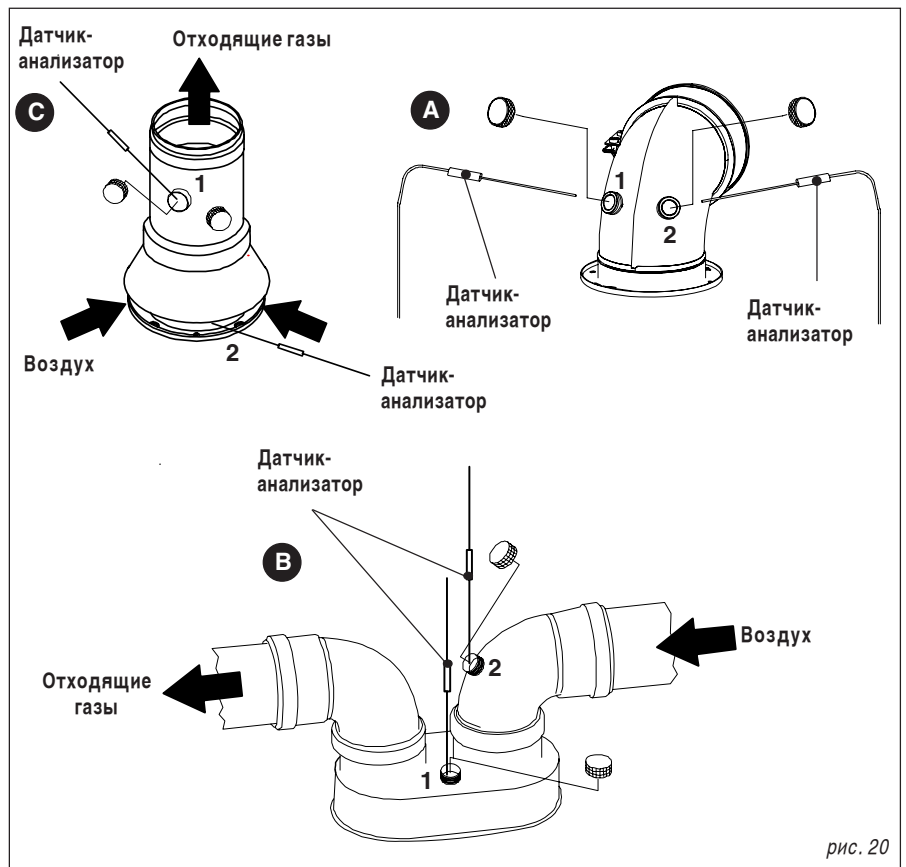

рис. 20
- показатель температуры воздуха, забираемого из соответствующего отверстия 2 (см. рис. 20)
- показатель температуры отходящих газов и CO2 полученного из отверстия 1 (см. рис. 20).